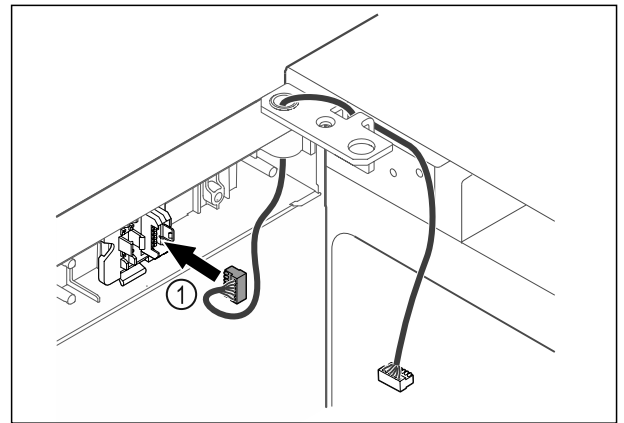

Fig. 46
- ▶ Enchufar el conector Fig. 46 (1) en su soporte.